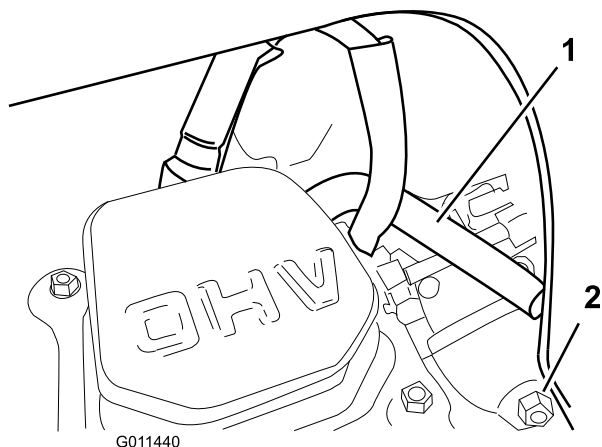

图36
注意： 确保通气管经过火花塞电线上方，如图36中所示。
- 通过化油器放油螺栓（图36），把化油器中的燃油排入经批准的汽油容器中。